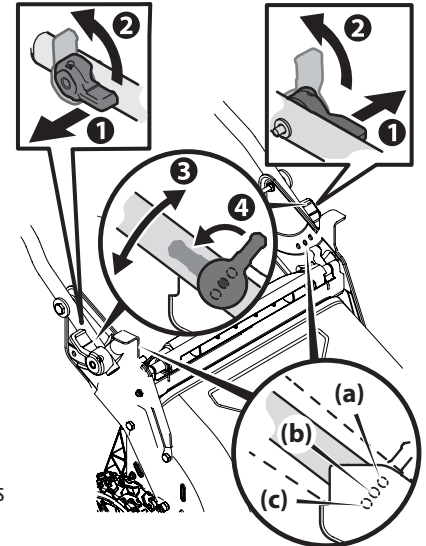

Figura 8
1. Gire las palancas de ajuste de la manija hasta la posición de destrabe para levantar la manija. Consulte la Figura 8.